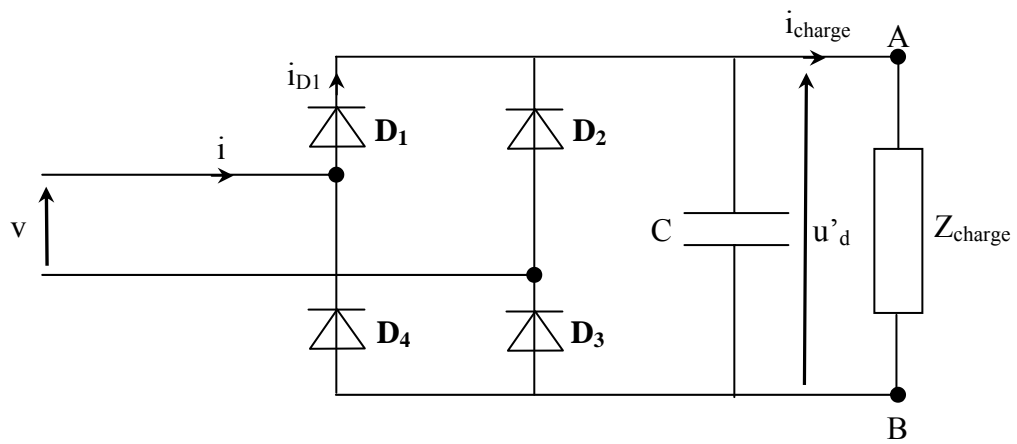

Figure 3
- 1.4. Un condensateur de capacité C est maintenant connecté en parallèle en sortie du pont (**figure 3 page 6**).